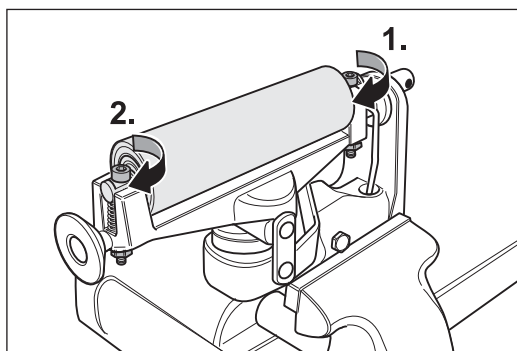
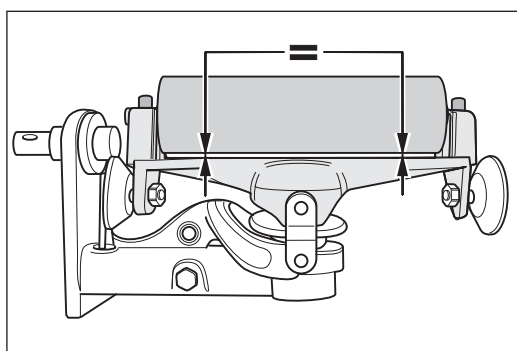

Abb. 84 Zuerst die Schraube an der ungefederten Seite (1.) und anschließend an der gefederten Seite (2.) anziehen, so dass ...
Abb. 85 ... die Spannwalze parallel zum Aggregat-Oberteil liegt.
- 7 Ziehen Sie die Schraube an der ungefederten Lagerbockseite fest (Abb. 84, 1.).
- 8 Drehen Sie die Schraube der gefederten Seite der Spannwalze (Abb. 84, 2.) so weit hinein, bis die Spannwalze parallel zum Aggregat-Oberteil liegt (Abb. 85).